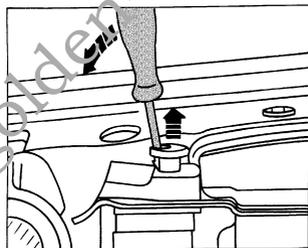

图 2-128 松开并拔出散热器的两个锁止销
13) 所有车型: 松开散热器的两个锁止销并向上拔出 (图 2-128 箭头所示)。